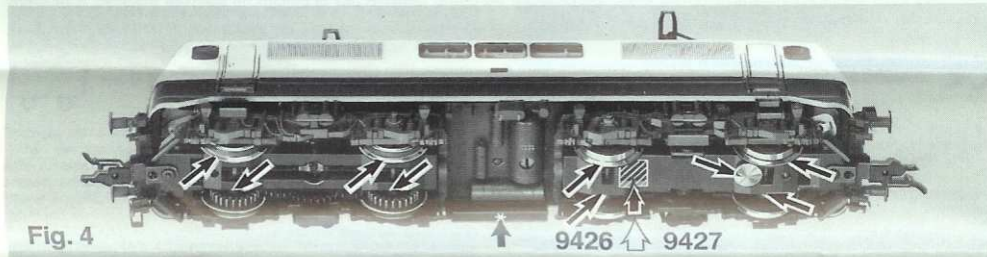

Fig. 4
* Dieser Stern bezeichnet die Masse-führende "gemeinsame Seite" der Lok (Fig. 4).
An der markierten Stelle kann der **Schaltmagnet 9426/9427** eingebaut werden (Fig. 4).
* This star indicates the so called "common side" of the loco (fig. 4).
The indicated point can be used for locating the switching magnet 9426/9427 (fig. 4).
* Cette étoile indique le côté "masse" de la locomotive, qui est "commun" aux deux alimentations ci-dessus (fig. 4).
L'aimant permanent 9426/9427 peut être monté à l'endroit indiqué (fig. 4).
Op de gemerkte plaats kan de **schakelmagneet 9426/9427** gemonteerd worden (fig. 4).
* Denna stjärna betecknar lokets "viktförande" sida (fig. 4).
På de markerade ställena kan **kopplingsmagnet 9426/9427** monteras (fig. 4).
* Questo asterisco contrassegna il "lato comune" della locomotiva che conduce a massa (fig. 4).
Sul posto segnato può essere installato il **dispositivo di comando 9426/9427** (fig. 4).